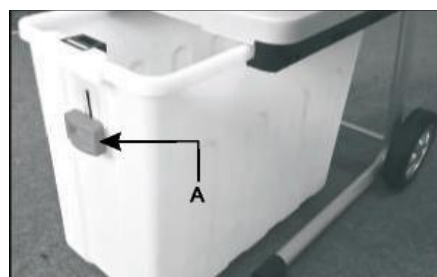

Fig. 4
4.3.3- Bac de récupération (Fig. 4)